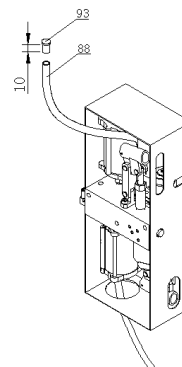

Fig. 2
Remover o bужão (93) da linha de óleo (88), cortando a mangueira de óleo com o bужão mais ou menos 10 mm . (ver Fig. 2).